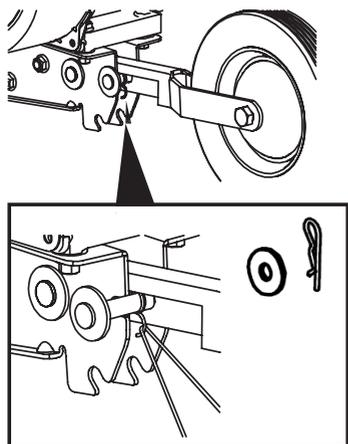

Рис. 21. Установка транспортировочного колеса (внешний палец)
- удерживая пружину в натянутом состоянии, совместите отверстия в раме, кронштейне и зацепе пружины, вставьте в отверстия палец с шайбой, после чего, с другой стороны рамы, установите на палец шайбу и вставьте шплинт (Рис. 21).